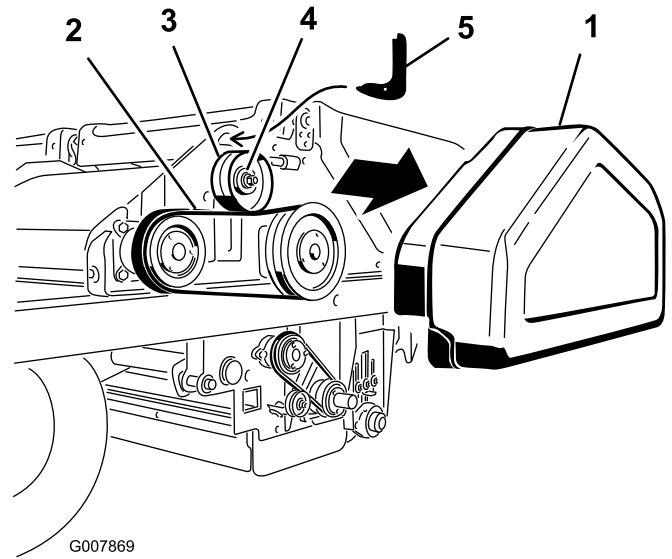

Bild 58
1. Entfernen Sie die Riemenabdeckung (Bild 58).
2. Lockern Sie die Mutter an der Spannscheibe (Bild 58).
3. Setzen Sie das Hakenende des Riemenspannungswerkzeugs in das Loch über der Spannscheibe ein (Bild 58).
5. Stecken Sie einen 1/2-Zoll-Schraubenschlüssel in das Loch im Riemenspannungswerkzeug (Bild 58).
6. Drehen Sie das Werkzeug in Ihre Richtung, bis Sie einen Anzug von 345 kPa (50 psi) erreicht haben. Halten Sie den Anzug und ziehen die Spannscheibenmutter fest (Bild 58).